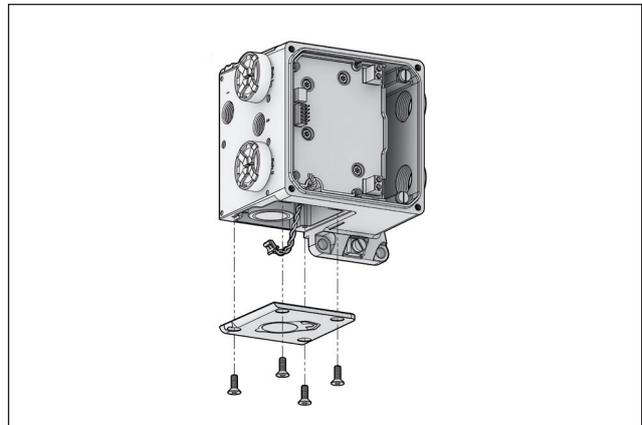
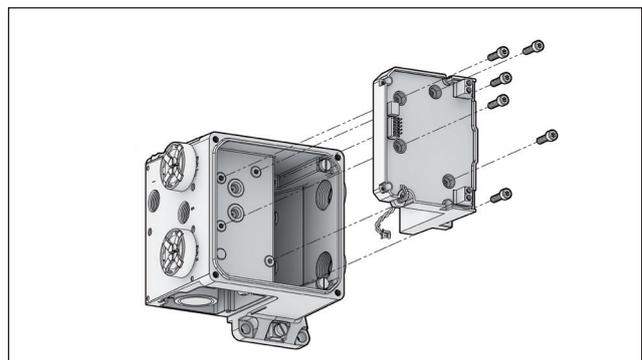

Fig. 94. NDX\_510\_
Fig. 95. NDX\_510\_
- Solte os parafusos do módulo eletrônico e os parafusos de aterramento (NDX\_511\_ e NDX\_512\_) e remova o módulo eletrônico. (Fig. 94, Fig. 95)